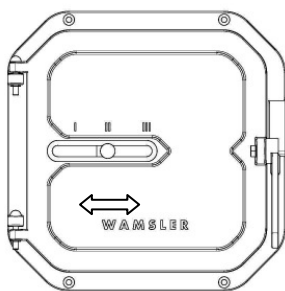

fig. 3
- ouvrir la prise d'air primaire (voir fig. 3).